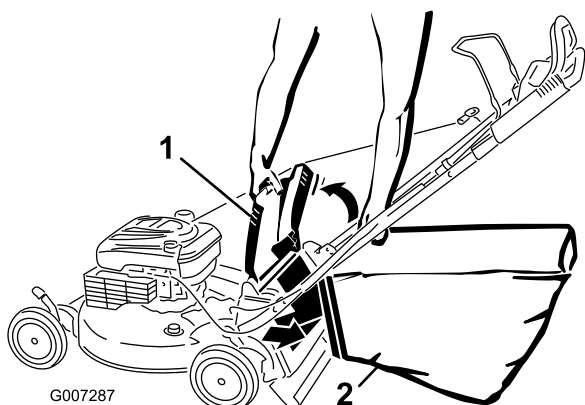

Figura 24
4. Appendete il bordo superiore anteriore del cesto di raccolta sulle apposite tacche (Figura 24).